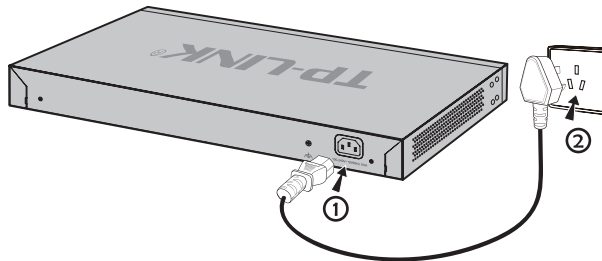

图3-4 电源线连接示意图
2. 路由器原装电源线连接路由器与电源插座，如图3-4所示。